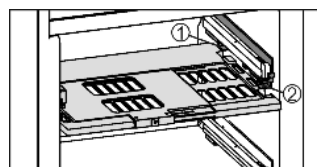

Fig. 12
- Feuchteregulierungsplatte einsetzen: Deckelstege der Platte von unten in die hintere Halterung Fig. 12 (1) einführen und vorne in die Halterung Fig. 12 (2) einrasten.